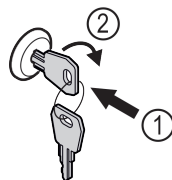

Fig. 161
- Inserire la chiave. Fig. 161 (1)
- Ruotare la chiave di 90° in senso orario. Fig. 161 (2)